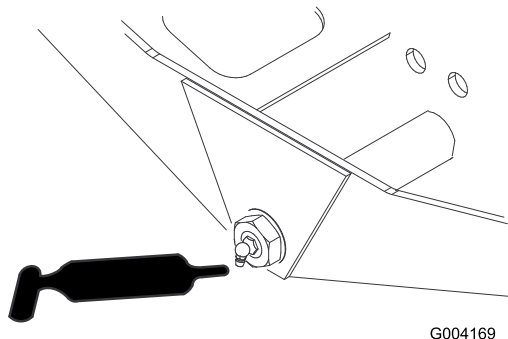

Рисунок 32
- Ось поворота моста (1 шт.) (Рисунок 32)